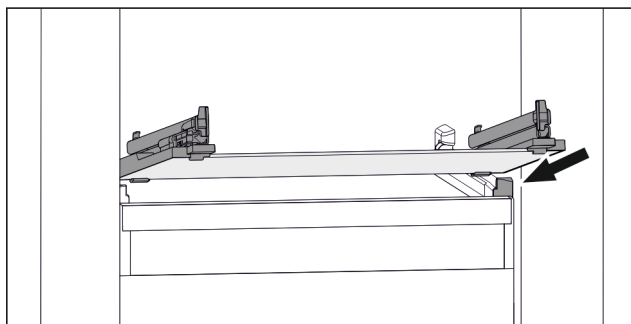

Fig. 31 Примерное отображение стеклянной пластины
- ▶ Наклоняя вниз, установите стеклянную пластину за стойки. (см. Fig. 31)